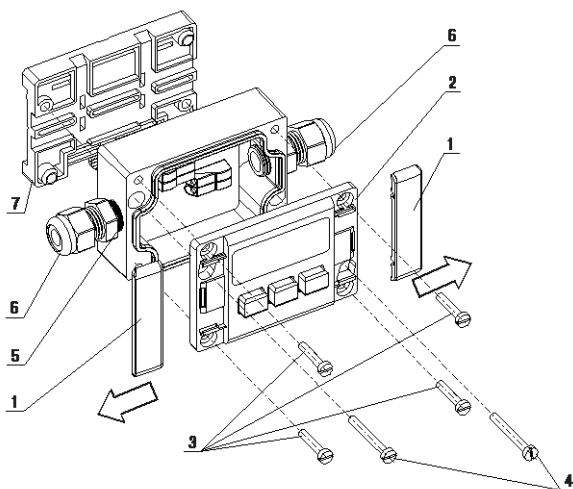

Abb. 2
1. Entfernen Sie die Abdeckungen (1) in Pfeilrichtung (Abb. 2).
2. Die Schrauben (3) lösen und die Frontplatte (2) entfernen.
3. Die Kabelverschraubungen (im Lieferumfang enthalten) mit den Dichtungsringen (5) fest in das Gehäuse einschrauben, um die Schutzart IP65 zu gewährleisten.